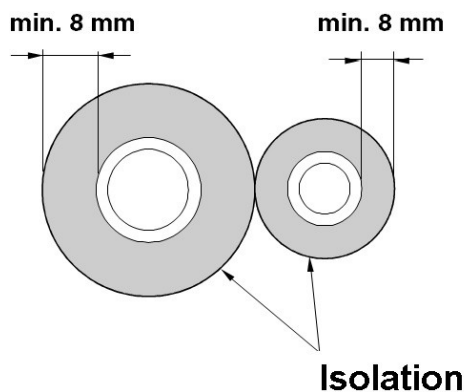

Fig.4
- a) Es sind Kupferrohre für Installation von Klimaanlage zu verwenden. Außendurchmesser der Rohre: 1/4" und 3/8", mit geeigneter Isolation (mindestens 8 mm stark) Fig.4, geeignet zum Betrieb mit Kühlmittel R134a;